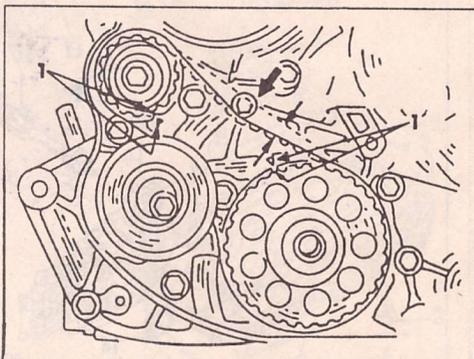

Рис. 86. Контроль натяжения малого зубчатого ремня. В месте указанном стрелкой, ремень должен иметь прогиб 5–7 мм.
- Для проверки натяжения малого зубчатого ремня надавить на него в месте показанном на рис. 86.